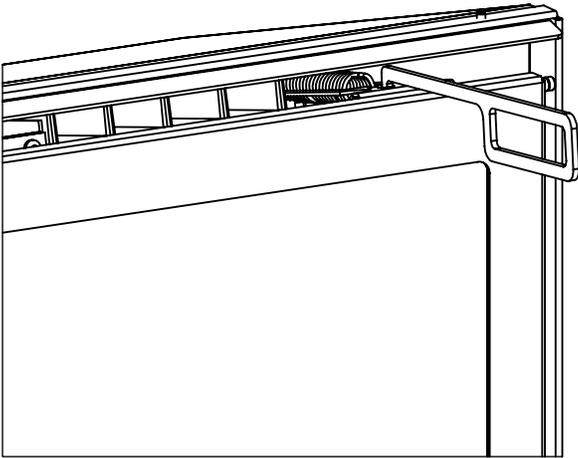
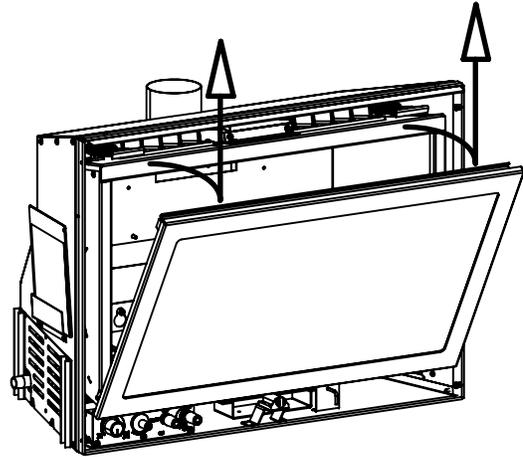

Figure 19: Dégagement de porte.
Figure 20: Déplacement de porte.
Enlevez la porte en verre en plaçant l'extrémité accrochée de l'outil de dégagement de porte dans le trou sur le mécanisme de verrou de porte (voyez Figure 19) et tirant le verrou puis vers le haut au-dessus de la lèvre sur la porte. Quand les deux (2) des verrous ont été libérés, inclinent la porte en avant et se soulèvent alors décrochent jusqu'à les étiquettes inférieures de porte (voyez Figure 20).